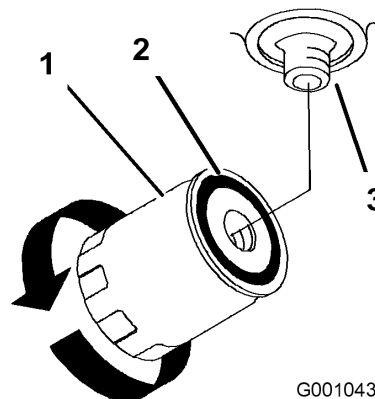

Figura 53
4. Localice el filtro debajo de la base del motor, y coloque un recipiente debajo del filtro (Figura 53).
5. Retire el filtro usado y limpie con un paño la superficie de la junta del adaptador del filtro (Figura 53).
9. Cuando el filtro hidráulico esté lleno, gire el filtro en el sentido de las agujas del reloj hasta que la junta de goma entre en contacto con el adaptador del filtro, luego apriete el filtro 1/2 vuelta más (Figura 53).